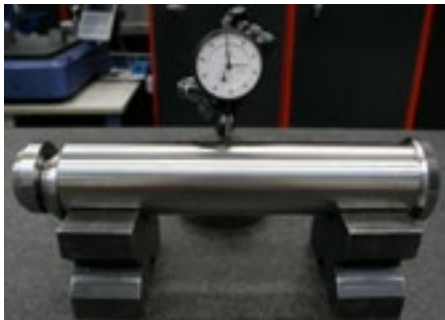

Fig.8
5.2 Effectuer au moins tous les 12 mois un contrôle de cylindricité pour vérifier eventuelles déformations permanentes (voir **Fig.8**): il est suffisant de vérifier que la broche tourner librement sur son axe à l'intérieur du support.
5.4 En cas des imprévus effondrements des cordes / chaînes de levage avec un conséquent surcharge sur les broches de manutention, soumettre ceux-ci au contrôle de cylindricité (voir **Fig.8**) pour vérifier eventuelles déformations; en cas des erreurs supérieurs à 0,3 mm remplacer les broches intéressées; remplacer les vis de fixation et vérifier la correcte fermeture selon la tableau mentionné dans la notice.
5.5 En cas de collisions accidentelles dans le zones d'élingue pendant les opérations de levage / mouvementation / renversement, soumettre ceux-ci au contrôle de cylindricité pour vérifier eventuelles déformations; en cas des erreurs supérieurs à 0,3 mm (voir **Fig.8**) remplacer les broches intéressées; soumettre les chapes de manutention au contrôle visuel pour vérifier eventuelles déformations et si nécessaire remplacer eux; remplacer les vis de fixation et vérifier la correcte fermeture selon la tableau mentionné dans la notice.